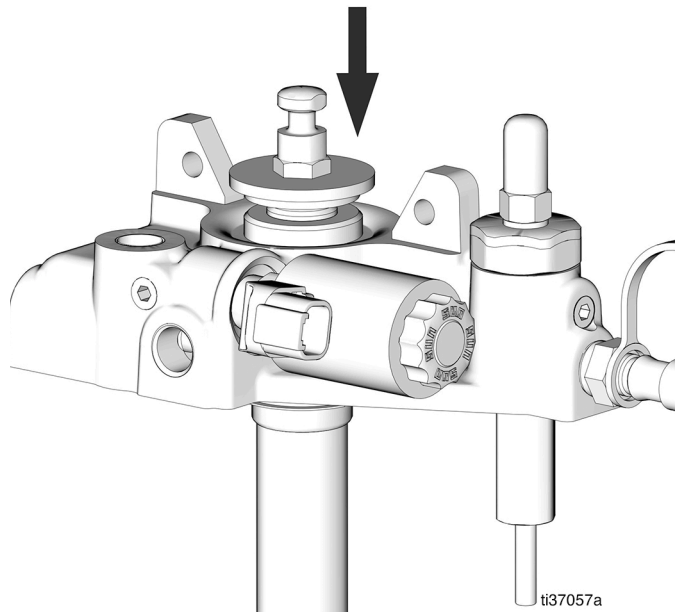
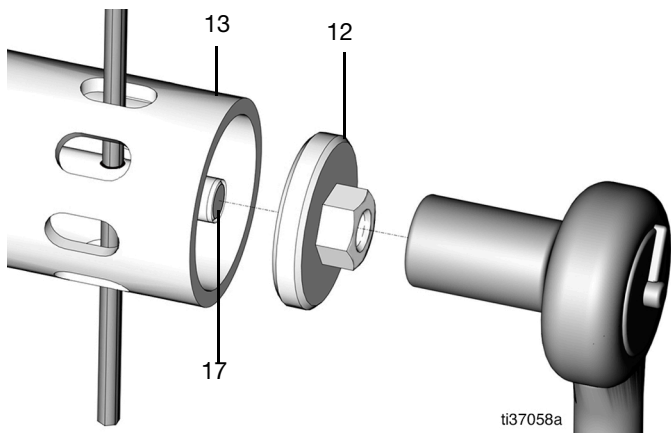

FIG. 36
FIG. 37
15. Presione el extremo de la varilla de la bomba (27) para acceder al orificio transversal situado al final de la varilla de la pala (FIG. 36 y FIG. 37).
16. Meta una llave Allen o herramienta similar por la ranura del tubo de la pala (13) y por dentro del orificio transversal para que no se mueva la varilla de la pala (17) (FIG. 37).
17. Afloje y retire el pistón de la pala (12) con una llave de tubo de 10 mm (FIG. 37).